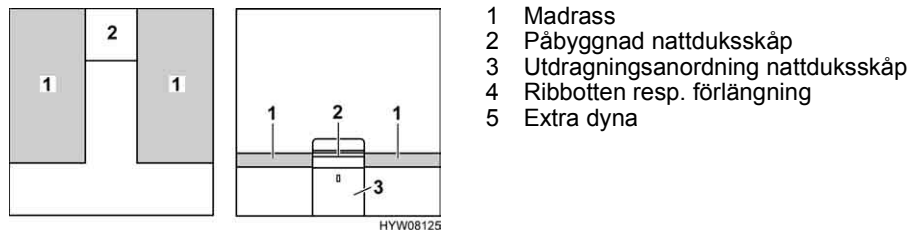

Bild 136 Före ombyggnaden
- Ta bort nattduksskåpets påbyggnad (Bild 136,2) och ställ den åt sidan.